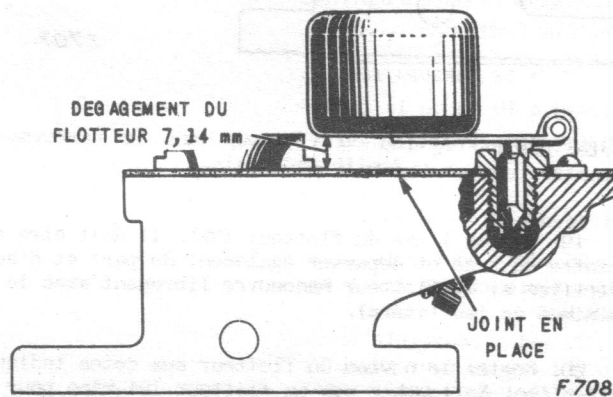

Figure 18 - Réglage du flotteur
13. Placez le flotteur (11) et l'axe (10). Pour régler la hauteur du flotteur, retournez le corps du carburateur avec le flotteur et mesurez la hauteur indiquée sur la figure 18. Cette distance doit être de 7,14 mm, le joint étant en place. Utilisez des pinces à becs fins pour agir sur la languette et assurez-vous que le corps du flotteur est bien d'équerre avec la surface dressée du couvercle de la cuve.
14. Le corps du papillon étant toujours retourné, placez la cuve (12) en faisant attention que le venturi (37) guide la cuve. Retournez le carburateur et installez les vis avec leurs rondelles (28 et 29). Resserrez-les après quelques heures de marche du moteur.
15. Montez la vis de réglage du gicleur principal (1), son ressort (2), la rondelle (3) et le joint (4), dans le cas des carburateurs à essence ou au distillate. Vissez à fond sans forcer et desserrez la vis d'un tour. Montez le raccord d'arrivée et le filtre.